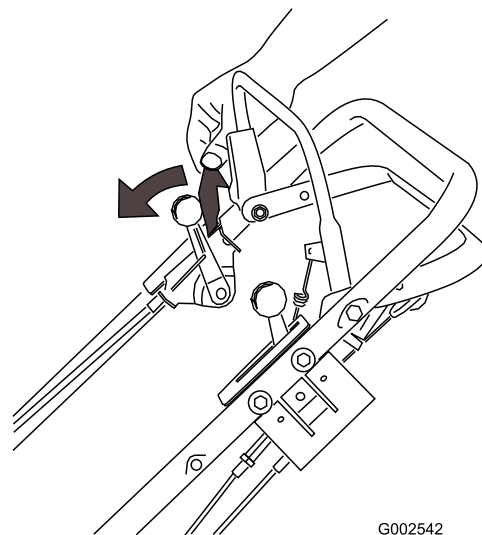

Figure 12
- Poussez le verrou de la barre de commande en avant (Figure 12).